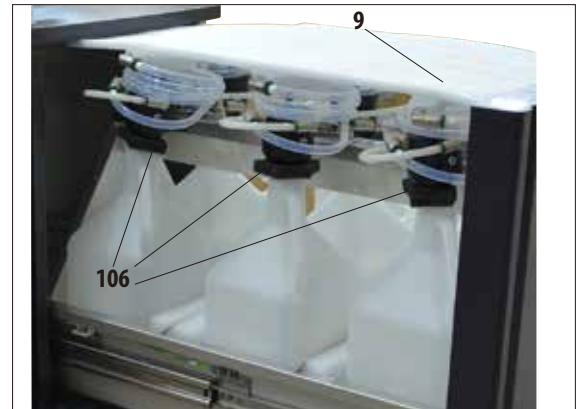

Fig. 18
- Aprire quindi il carrello (9) ed estrarre tutto il materiale di protezione (fig. 18). Rimuovere anche i sei elementi sagomati (106) dal collo dei flaconi intercambiabili.